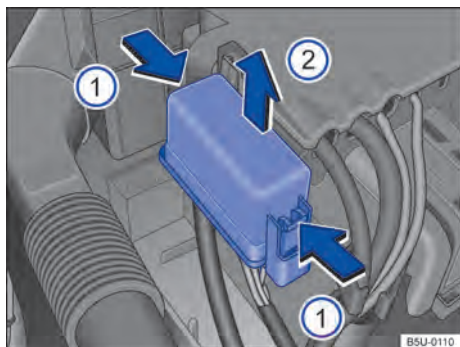

Fig. 171 No compartimento do motor: cobertura da caixa de fusíveis.
- Pressionar as travas no sentido da seta → Fig. 171 ❶, para destravar a cobertura da caixa de fusíveis.
- Remover a cobertura por cima, no sentido da seta ❷.
- Para a **instalação**, colocar a cobertura sobre a caixa de fusíveis. Pressionar a cobertura para baixo, no sentido contrário da seta ❷, até que trave de forma audível.